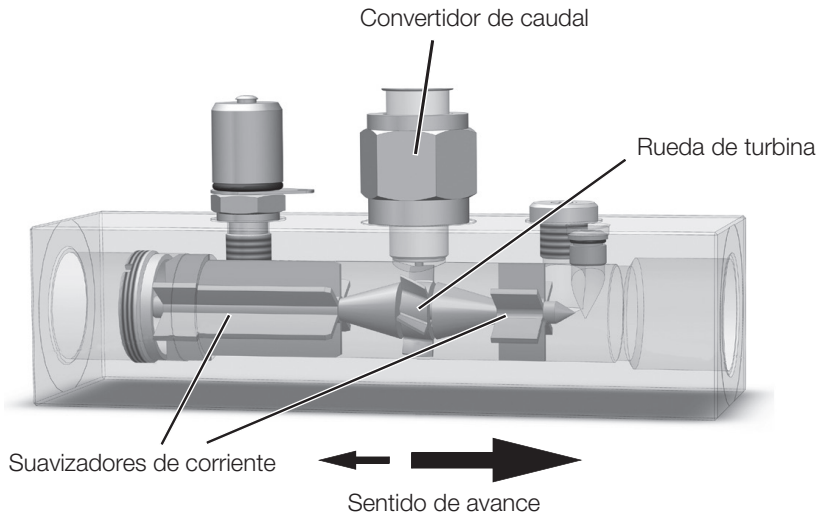

Fig. 2: Construcción y funcionamiento
-  ¡Jamás se debe desenroscar el convertidor de caudal ( Fig. 2 en la página 158) de la carcasa!
- ▶ ¡Jamás se debe torsionar ni desenroscar el convertidor de caudal (📖 Fig. 2 en la página 158) de la carcasa!